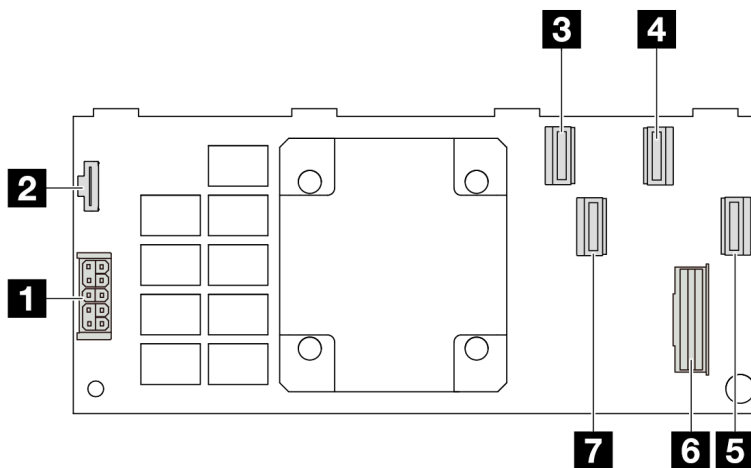

Figure 320. Un adaptateur CFF RAID Gen 4 16i (connecteurs à quatre ports)
- Figure 320 « Un adaptateur CFF RAID Gen 4 16i \(connecteurs à quatre ports\) » à la page 369